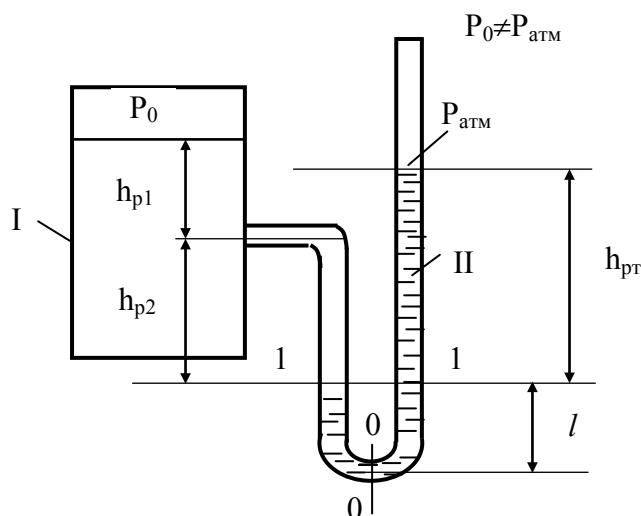

Рисунок 4.1
4.1.1 Посудина I заповнена водою (рис. 4.1). Над вільною поверхнею води абсолютний тиск P_0 . Диференціальний манометр (ДМ) підключений до посудини I, залитий ртуттю, $\rho_{рт} = 13600 \text{ кг/м}^3$. З боку посудини в ДМ над ртуттю знаходиться вода. В трубці, що сполучається з атмосферою, над рівнем ртуті – повітря.